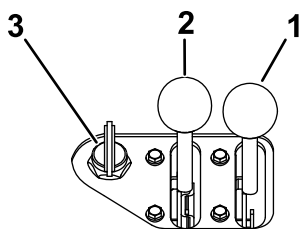

図 16
1. スロットルレバーを低速と高速の中間位置にセットする 図 16。
- A. チョークレバーを ON 位置とする 図 16。
- B. キーを ON 位置に回す (図 16)。エンジンが始動したら、キーから手を離してください。
- C. チョークレバーを徐々に OFF 位置へ戻す 図 16。それでエンジンの回転が悪くなるようであれば、チョークを元に戻してエンジンが温まるのを待つ。
3. コーラーエンジン搭載機では、キーを ON 位置に回す 図 16 エンジンが始動したら、キーから手を離してください。
4. スロットルレバーを希望位置にセットする 図 16。
2. スロットルレバーを低速位置に動かす 図 16。